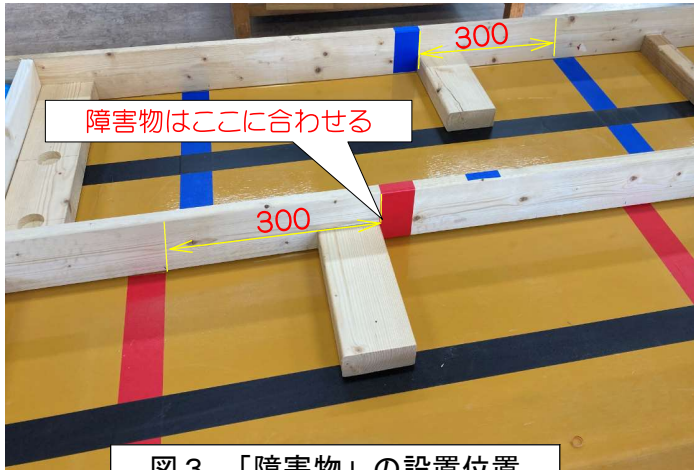

図3 「障害物」の設置位置
- ・「障害物」を設置する場所は、スタートエリアから300離れた所にクラフトテープを貼って示す。(図3)
(4) 競技細則
① 障害物の設置
- ・「障害物」は、指示された側（外側・内側）のスタートエリアから300離れた場所を規準に、スタートエリア側へ2×4材×200の板を横置きで設置する。（図3参照）
② 競技時間とスタート時のセッティング
③ 競技の開始・終了
④ リトライ